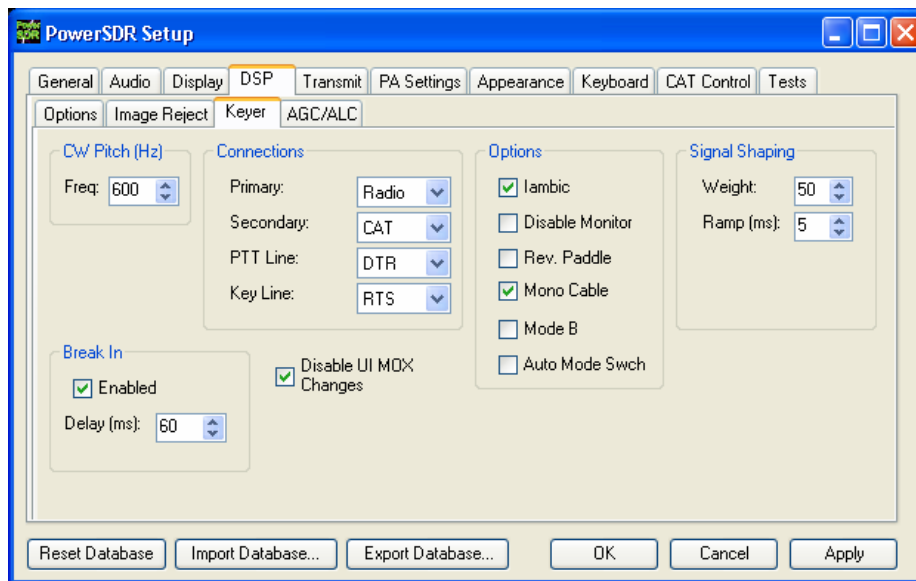

Abbildung 36: Setup-Formular – Register DSP, Sub-Register Keyer
2. Als nächstes öffnen Sie über die PowerSDR Menüleiste das **Setup** Formular – Register **DSP**, Sub-Register **Keyer** siehe Abbildung 36 um auf die Einstellungen des internen Keyer zugreifen zu können.